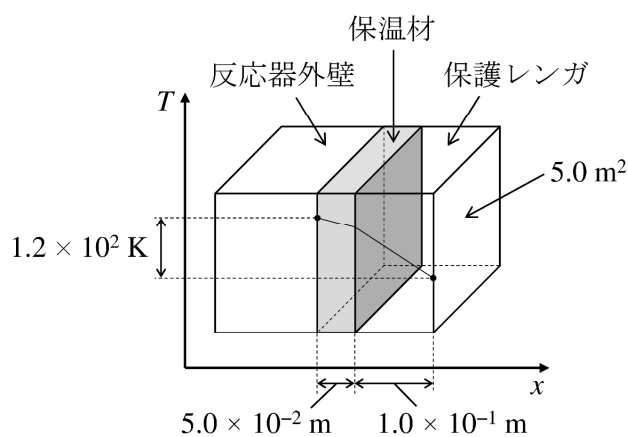

図 2-3 反応器の外壁に設置した保温材と保護レンガの 2 層平板内の伝導伝熱の模式図
- (4) 図 2-3 に示すように、(3)の状態にある保温材の外側に、補強材として熱伝導度 $2.0 \times 10^{-1} \text{ W} \cdot \text{m}^{-1} \cdot \text{K}^{-1}$ 、厚さ $1.0 \times 10^{-1} \text{ m}$ の均一な平板状の保護レンガを重ねて設置した。伝熱面積は 5.0 m^2 で、2 層平板の両面（保温材の内表面と保護レンガの外表面）の温度差は $1.2 \times 10^2 \text{ K}$ であった。2 層平板の全伝熱抵抗 $R_{\text{total}} [\text{K} \cdot \text{W}^{-1}]$ および単位時間あたりに保護レンガ外表面から失われる熱量 $q_{\text{total}} [\text{W}]$ を求めなさい。ただし、保温材と保護レンガの接触面における伝熱抵抗は無視できるとする。